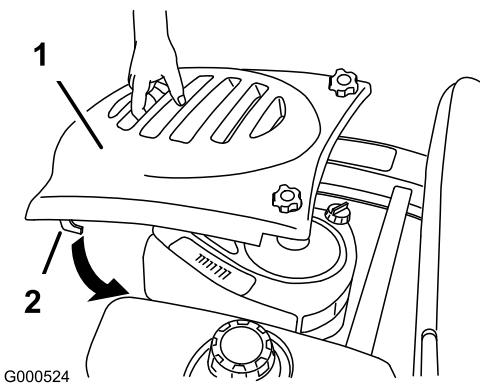

Bild 18
2. Setzen Sie zum Montieren der Haube die Haken in die Schlitze und schieben Sie sie nach vorne (Bild 18).